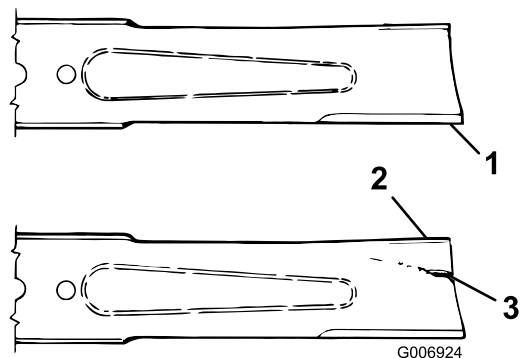

Рисунок 101
3. Осторожно проверьте режущие кромки ножей, особенно в точке соединения плоской и изогнутой частей ножа (Рисунок 101).
4. При обнаружении износа (Рисунок 101) замените нож; см. Проверка и регулировка плоскости вращения ножей \(страница 79\)
При износе ножа между крылом и плоской частью ножа образуется бороздка (Рисунок 101). Часть ножа может случайно отломиться и вылететь из-под корпуса, возможно, нанеся тяжелую травму оператору или находящимся рядом людям.